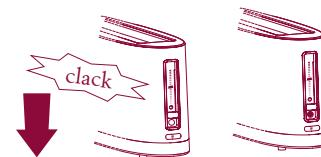

Fig. 9
- 3 Desplazar el selector de tostado hacia abajo hasta escuchar "clack": el selector se situará en la posición REHEAT . Se enciende la luz situada debajo del selector (fig. 9).